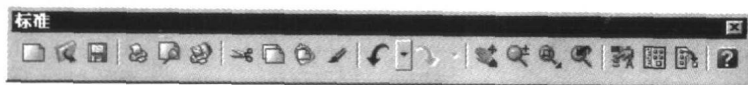

图 1-7 “标准”工具栏
- “标准”工具栏:它与 Microsoft Office 程序中的“常用”工具栏类似,如图 1-7 所示。它包含了常用的 AutoCAD 命令(例如DIST、PAN 和ZOOM),以及与 Microsoft Office 程序相类似的标准命令(例如新建、打开和保存等)。正常情况下它位于菜单栏的下面。